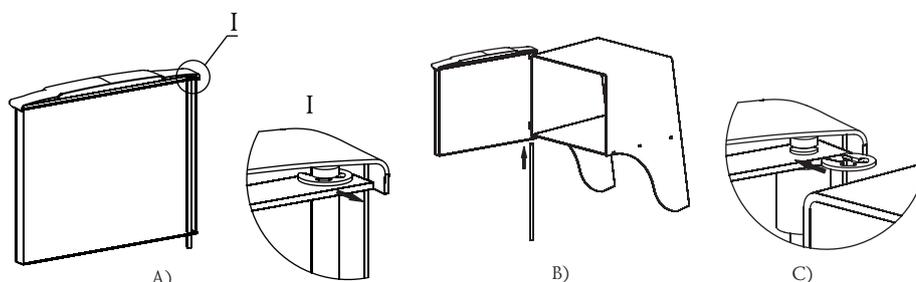

Bild 7. Türanbringen bei der Ofenmontage «Angara 2012»
1. Zuerst die schnell trennbare Druckscheibe abzunehmen und die Achse aus der Tür auszuziehen, Bild 7.a;
3. Stecken Sie die Achse mit einer Vertiefung im oberen Achsenteil für die Scheibe durch die Öffnungen von unten nach oben hinein, Bild 7.b;
4. Stellen Sie die schnell trennbare Druckscheibe in die Vertiefung an der Achse, Bild 7.c